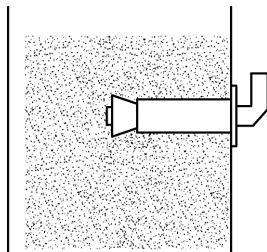

图 7-64 打孔
1) 根据确定的安装位置,用钻头钻孔,孔深至少 100mm,打孔时用力要均匀,保持与墙面垂直,如图 7-64 所示。